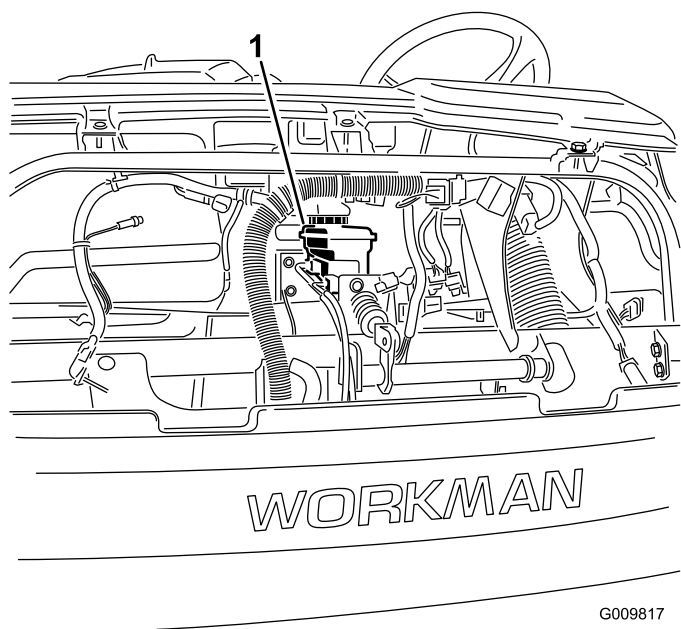

Figura 54
4. Eleve novamente o capot para aceder ao cilindro principal do travão e reservatório (Figura 54).